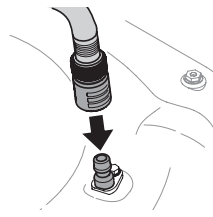

Figure 40
3. Branchez le tuyau d'arrosage et l'embout au gicleur sur le plateau de coupe. Voir Figure 40.